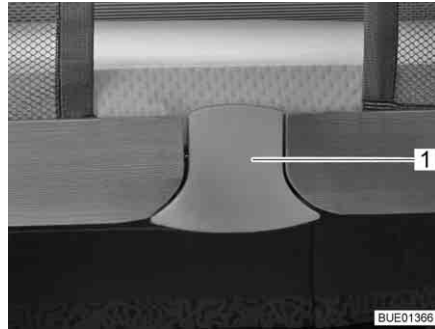

Bild 115 Frigöring
- Dra låsanordningen (Bild 115,1) nedåt. Låset är upplåst.